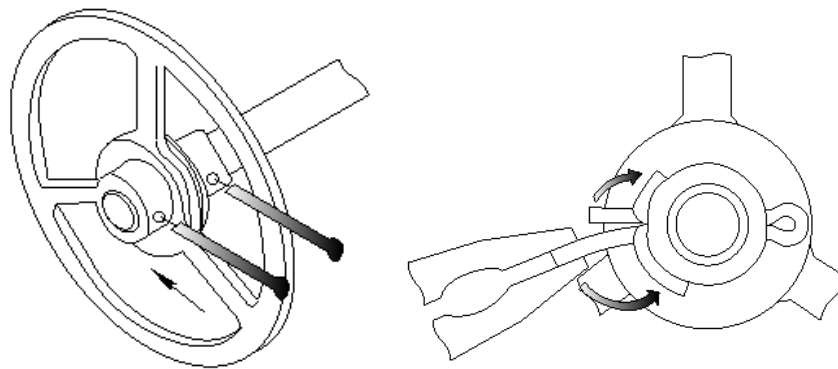

Рисунок 52 – Установка шплинта
- 4 Установить шплинт на втулку и зонд (рисунок 52);